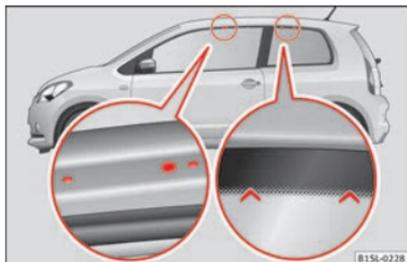

Fig. 141 Pontos de fixação dos suportes básicos e do porta-bagagens de tejadilho em veículos de duas portas.
Veículos de duas portas: os orifícios e as marcas que indicam os pontos de fixação para os suportes básicos dianteiros encontram-se na parte inferior dos pilares do tejadilho »» Fig. 141 (imagem ampliada esquerda). Os orifícios e as marcas só se veem quando a porta está aberta. As marcas para a fixação dos suportes básicos traseiros encontram-se na parte superior dos vidros »» Fig. 141 (imagem ampliada direita).
- O suporte básico deve fixar-se exclusivamente nos pontos indicados na ilustração »» Fig. 141.